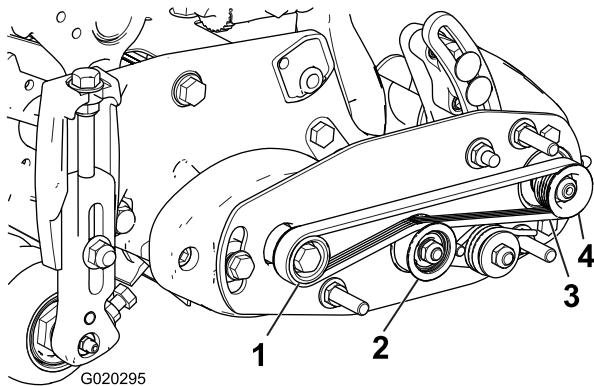
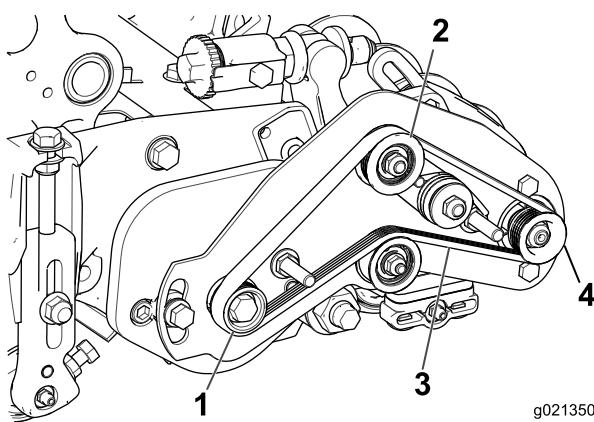

図 21
図 22
- 駆動ブーリにベルトを掛け、次に、アイドラブーリの上部にかける図 21 と図 22。
- 受動ブーリにベルトをかける図 21 と図 22。